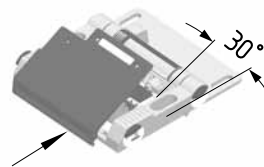
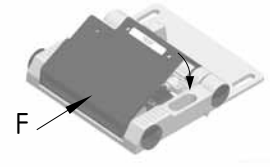

Fig. 2
Fig. 3
5. Portare il coperchio sopra il perno di fermo, con una inclinazione di ca. 30° (Fig. 2) e premere contemporaneamente verso il basso (Fig. 3)